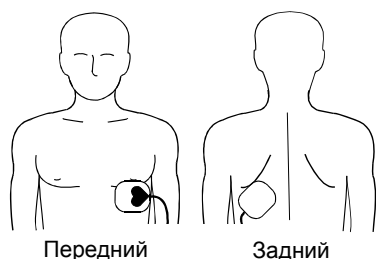

Рис. 3-1 Передне-заднее наложение
- 1 Наложите электрод ♥ или + слева на область сердца, как показано на Рис. 3-1. Верхний край электрода должен находиться ниже соска. По возможности избегайте наложения электрода на сосок, диафрагму или на выступ грудины.
- 2 Другой электрод наложите напротив сердца в подлопаточной области, как показано на Рис. 3-1. Для удобства пациента место соединения кабеля с электродом должно быть направлено в сторону от позвоночника. Не накладывайте электрод на выступы позвоночника или лопатки.